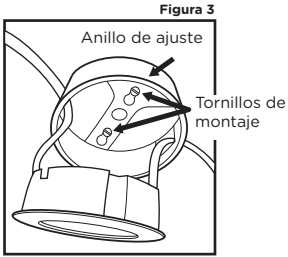

Figura 3
- Para asegurar el disco en el anillo de reborde, presione con firmeza el anillo de reborde mientras pasa los cables de alimentación eléctrica a través de las aberturas del anillo de reborde hasta que el disco encaje en el lugar. Ver la **Figura 3**.